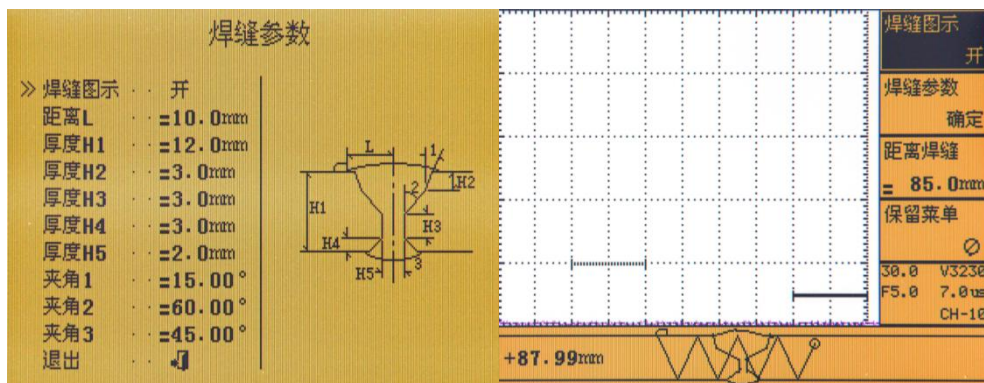

图 7.2 图 7.3
- 3、按【确认】打开焊缝参数设置界面，如图 7.2 所示，左侧为焊缝参数区，可通过【确认】键、【向上】、【向下】键和飞轮对这些参数进行设置和选择；右侧为焊缝示意图；选择左侧焊缝参数区的第一行“焊缝图示”，单击【确认】键，选中焊缝图示，右旋飞轮，打开焊缝图示，可通过设置左侧参数对它进行设置。